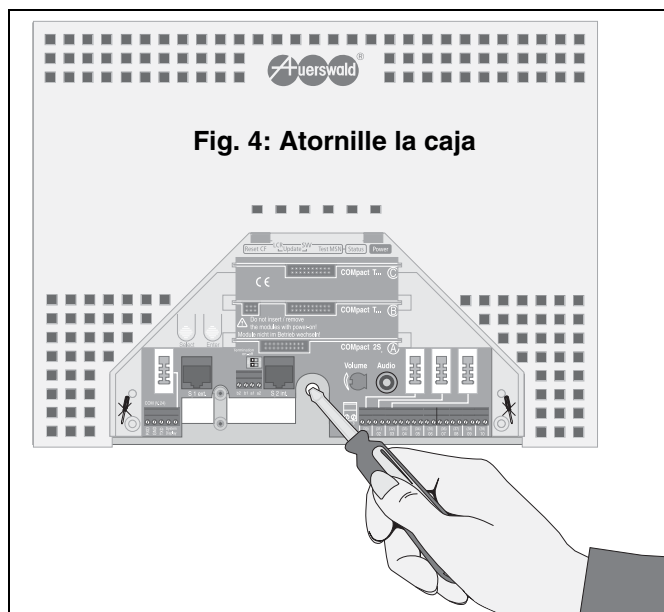

Fig. 4: Atornille la caja
- Atornille la centralita al taco inferior con el tercer tornillo (véase Fig. 4).